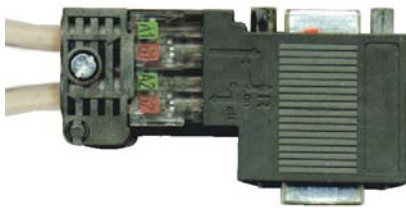

Bild 2.2: Busstecker mit eingebautem (de-)aktivierbaren Busabschluss
1. Nehmen Sie den Busstecker am Master ab (siehe Bild 2.2 auf Seite 16).